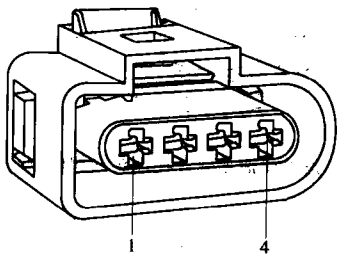

图4-3 燃油供油单元4孔插头(线束侧)识别
④拧下行李箱地毯下面连接法兰护板上的螺栓, 如听不见运转声, 小心地松开并拔下燃油供油单元4孔插头。
⑤将万用表(电压档)接到端子1和4之间, 参见图4-3, 按动遥控器开关, 读取电压值。规定值约为蓄电池电压。